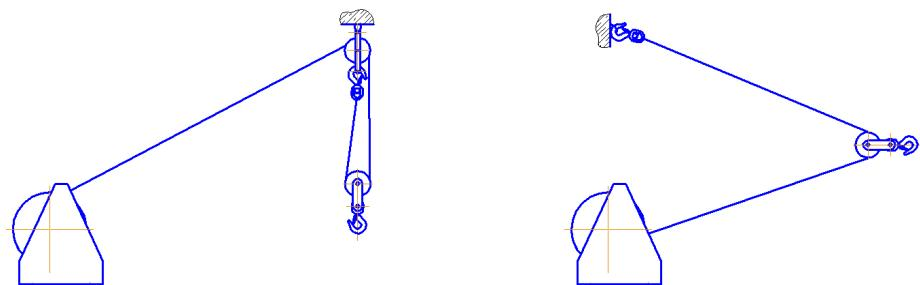

Рис. 2. Схема применения лебедки «Дина-2» с полиспастом
- 4.5. Грузоподъёмность лебёдки можно увеличить до 1000 кг путем применения блоков г/п 1 т. Применение лебёдки с блоками показано на рисунок 2.